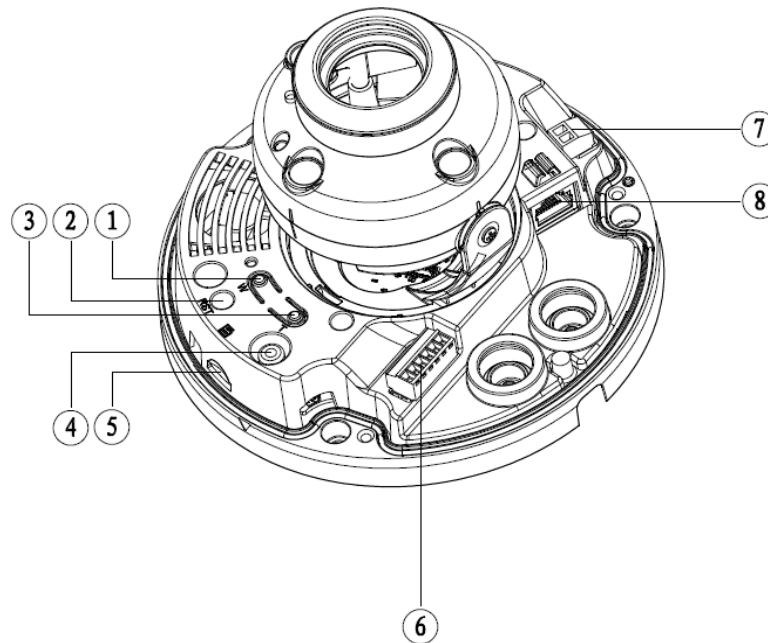

Рисунок 3
Откройте корпус устройства и найдите слот для карты «Micro SD». Определите направление карты «Micro SD», руководствуясь направлением, указанным на устройстве, и вставьте карту «Micro SD» в слот (рис. 3)
Кнопка аппаратного сброса используется для возврата к настройкам по умолчанию. Если нажать и удерживать эту кнопку в течение 5 секунд, конфигурация системы вернется к заводским настройкам (рис.3).
4.5 Снимите корпус с устройства и подключите соединительные провода (разъемы) в соответствии со схемой внешних подключений (рис.3) и соблюдением полярности. Неверное соединение может привести к повреждению и/или неправильному функционированию оборудования.